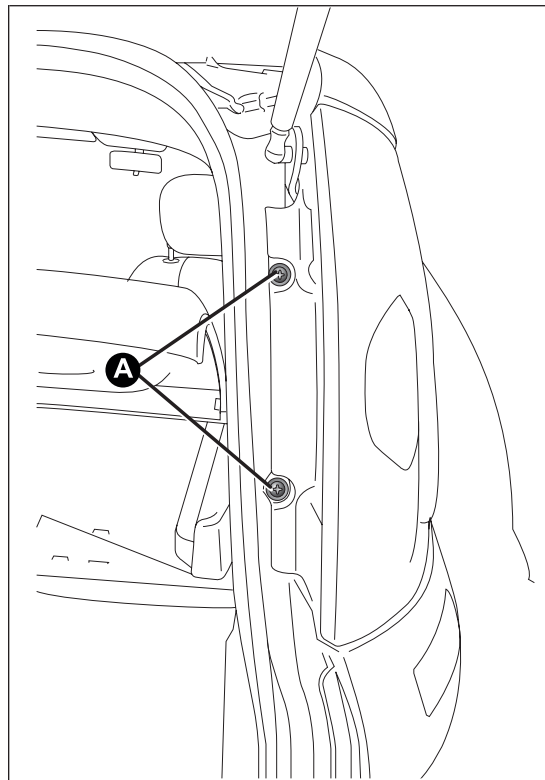

fig. 121
- ☐ aflojar los dos tornillos A fig. 121 de sus alojamientos, tirar delicadamente hacia sí de todo el piloto hasta que se suelte completamente de las dos ballestillas de fijación (están fijadas por deslizamiento D fig. 121) y desconectar el conector;